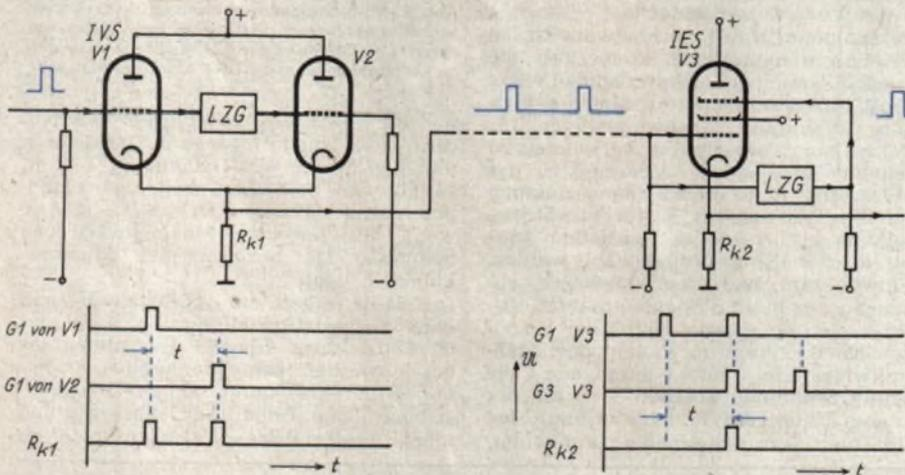

Abb. 1. Schaltung eines Impulsverschlüsslers IVS (coder) und eines Impulsentschlüsslers IES (decoder) mit Impuls-Laufzeitdiagrammen
In Abb. 1 ist nun eine Schaltungsmöglichkeit für einen Impulsverschlüssler IVS (coder) und einen Impulsentschlüssler IES (decoder) mit den zugehörigen Impulslaufzeitdiagrammen gezeigt (4). Die Röhren V1 und V2 des IVS sind durch negative Gittervorspannungen gesperrt. Ein an das Gitter von V1 angelegter positiver Impuls erzeugt einen Anodenstromstoß und dadurch einen Spannungsimpuls am Katodenwiderstand  $R_{k1}$ . Das Gitter von V2 wird über ein Laufzeitglied LZG (Magnetrostriktions- oder Ultraschalleitung) mit der Verzögerungsdauer  $t$  ( $\mu s$ ) später erregt, so daß am gemeinsamen Katodenwiderstand ein zweiter Impuls mit fest definiertem Abstand auftritt.